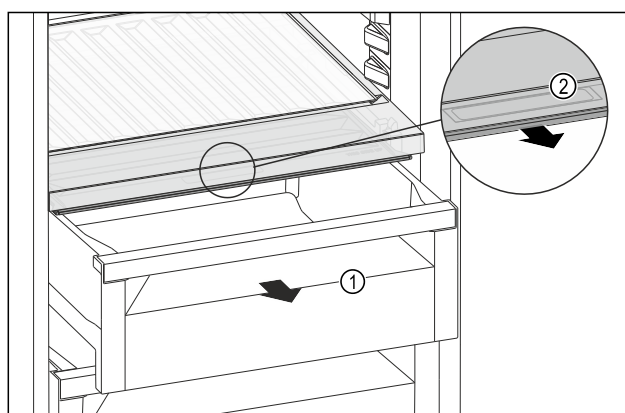

Fig. 120
- ▶ Schuifvak Fig. 120 (1) uittrekken.
- ▶ Greeplijst Fig. 120 (2) op het vakdeksel vastpakken en het vakdeksel gelijktijdig naar voren trekken.